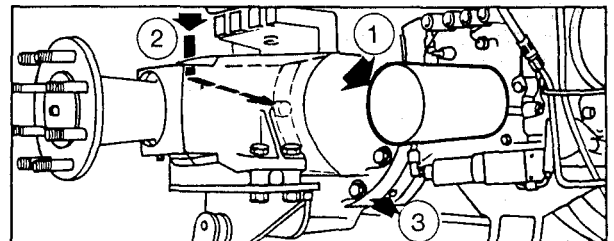

Fig. 17.
**Vervang het oliefilterelement van de transmissie (1 fig. 17) elke 500 uur of wanneer het waarschuwingslampje gaat branden.**
Kontroleer het oliepeil in de eindaandrijvingen van de achteras elke 250 uur (2 fig. 17).